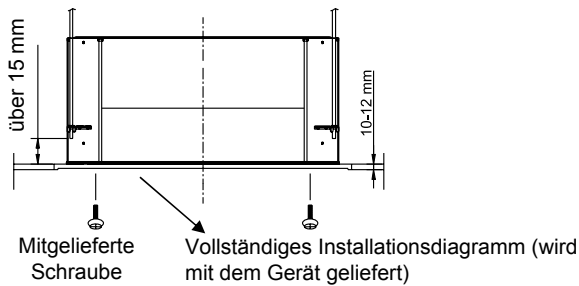

Abb. 6
3. Die Länge der Aufhängungsschrauben muss für einen Abstand zwischen der Unterseite der Schraube und der Unterseite der Einheit von mehr als 15 mm wie in Abb. 6 dargestellt, geeignet sein.